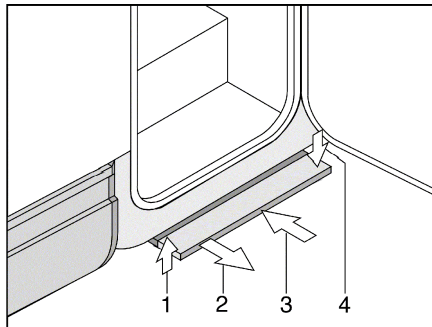

Fig. 7 Marchepied à commande mécanique
Sortir : ■ Tirer la marchepied vers l'avant (Fig. 7,2), jusqu'à ce qu'elle s'enclenche.
Rentrer : ■ Soulever légèrement le marchepied (Fig. 7,1).
■ Pousser le marchepied jusqu'à la butée sous le plancher du véhicule (Fig. 7,3) Veillez à ce que le marchepied s'enclenche (Fig. 7,4).